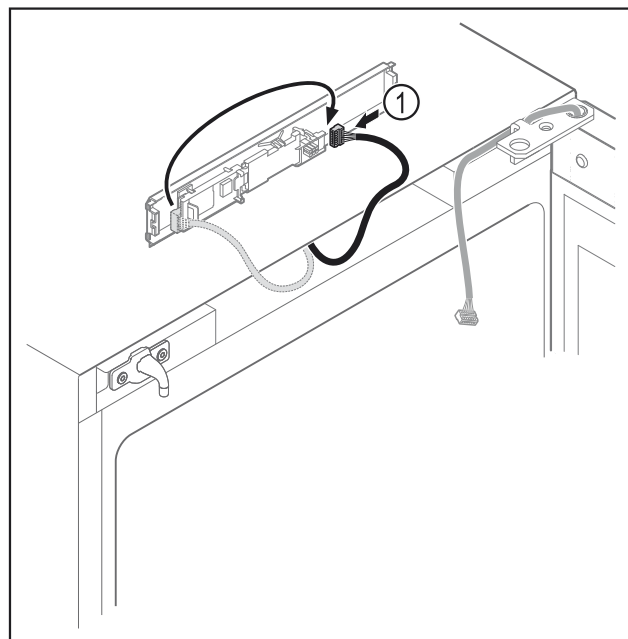

Fig. 14
- Переставьте штекер Fig. 14 (1) на панели.